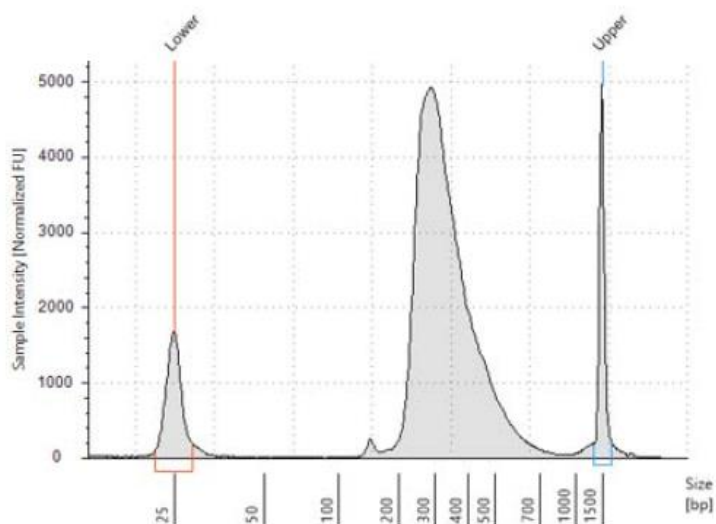
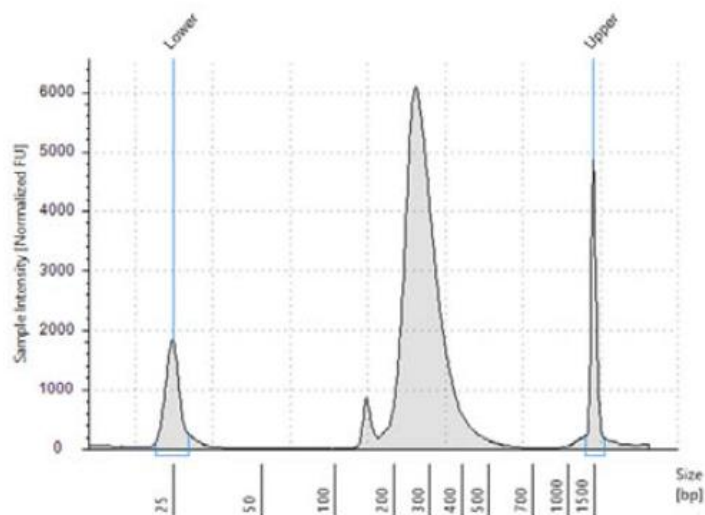

図 2 質の高い RNA サンプル(Human Reference total RNA)から調製された pre-capture ライブラリの D1000 ScreenTape での泳動図
図 3 典型的な FFPE 由来 RNA サンプルから調製された pre-capture ライブラリの D1000 ScreenTape での泳動図
3. エレクトロフェログラムで、DNA 断片長が想定されるサイズか確認します (ガイドラインは表 23 を参照してください)。質の高い RNA サンプル (図 2)、FFPE 由来サンプル (図 3) から調製したライブラリを TapeStation で泳動した例を示します。